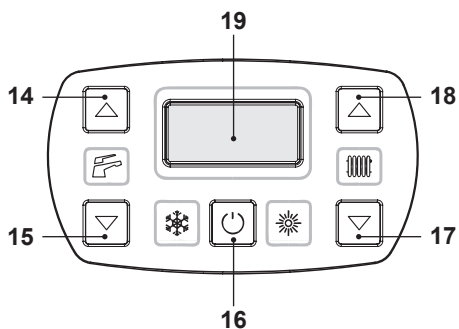
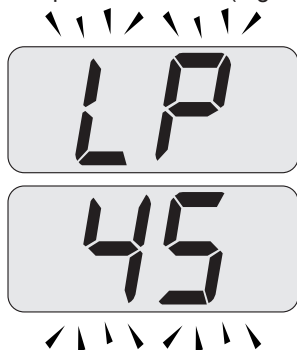

Figura 7.2
Figura 7.4
- Entrare in "modalità programmazione" premendo contemporaneamente per 10 secondi i tasti 16 - 17 - 18 (Figura 7.2) fino a far apparire sul display LCD le lettere **Pr** che si alternano con il codice **01**, indicanti l'entrata nel "parametro 01" (Figura 7.3).
- Premere contemporaneamente i tasti 17 e 18 (Figura 7.2) fino a far apparire sul display LCD le lettere **LP** che si alternano con il valore di temperatura dell'acqua di riscaldamento (es. **45**), indicanti l'entrata nell'attivazione della "funzione spazzacamino" alla potenza minima (Figura 7.4).
- Premere il tasto 18 (Figura 7.2) per entrare in modalità "spazzacamino alla potenza minima in riscaldamento". Sul display appare **hP** alternato alla temperatura dello scambiatore primario (Figura 7.5).
- Premere il tasto 17 (Figura 7.2) fino a far apparire sul display LCD le lettere **LP** che si alternano con il valore di temperatura dell'acqua di riscaldamento (es. **60**), indicanti l'entrata nell'attivazione della "funzione spazzacamino" alla potenza minima in sanitario (Figura 7.8).
- Spegnerne la caldaia tenendo premuto per 2 secondi il tasto 16 (Figura 7.2) fino a far apparire sul display LCD il simbolo  (Figura 7.9).